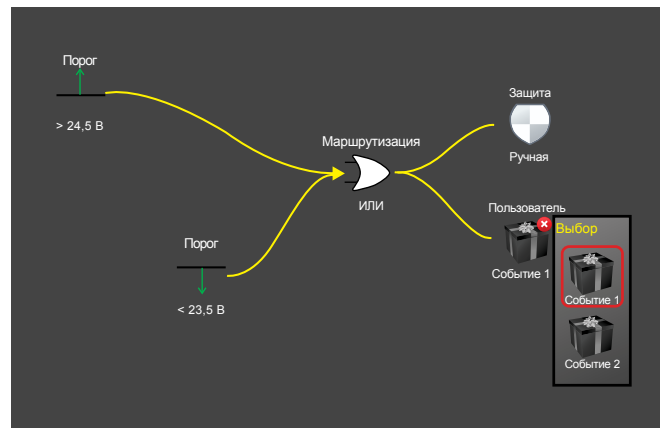

Рисунок 10. Пример конфигурирования запускающего триггера при помощи программного обеспечения Power Assistant N7906A
- Использование различных вариантов запуска и формирование необходимых логических комбинаций для запускающего триггера (см. рис. 10)